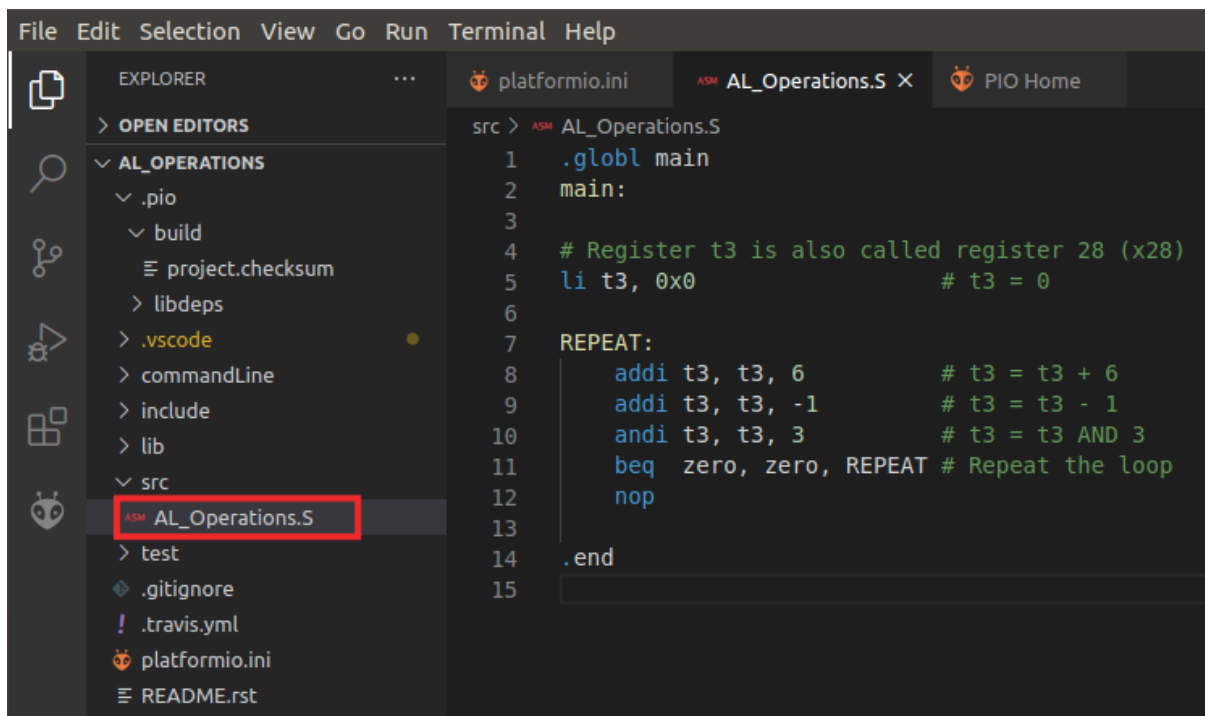

图45. 查看汇编文件AL_Operations.S
2. 通过以下方式打开汇编程序AL_Operations.S：单击左侧功能区菜单中的“Explorer”（资源管理器）图标，展开左侧栏中AL_OPERATIONS下的src，然后单击AL_Operations.S（参见图45）。